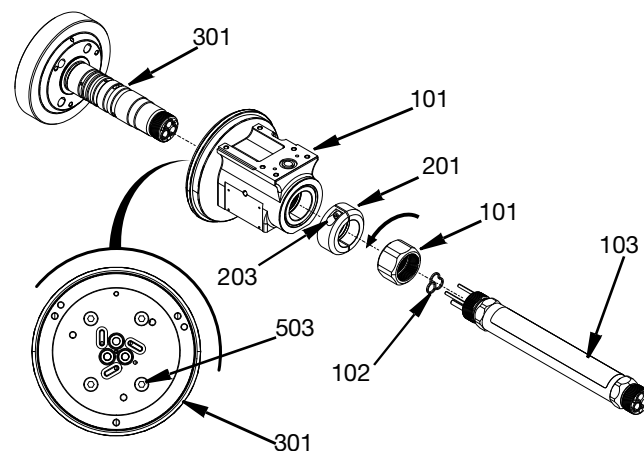

FIG. 19
1. Desserrez l'écrou de blocage du tendeur (101) en le tournant dans le sens antihoraire comme montré face au corps principal du pistolet SST Switch 3D. La rotation de l'écrou séparera l'ensemble du tube long (103) du corps central (301). Jetez le joint d'étanchéité de l'adaptateur (102).
2. Desserrez les deux vis SHCS M5 (203) avec une clé hexagonale et retirez l'ensemble de bague de verrouillage (201) avec la rondelle (202).
3. Pour relâcher la pression sur les joints internes et faciliter le démontage, alignez les trous d'accès sur le corps central (301) avec les quatre vis M6 (503) et desserrez les vis.
4. Frappez le corps central (301) hors de l'ensemble de boîtier pivotant (511) à l'aide d'un maillet à face souple. Voir FIG. 19.